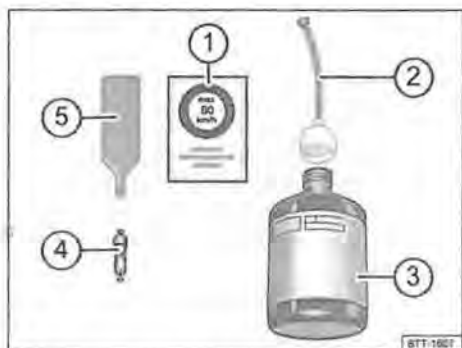

Fig. 159 I componenti del kit per la riparazione dei pneumatici
Il kit di riparazione pneumatici è formato dai seguenti componenti → fig. 159:
- ① Autoadesivo su cui è riportata la velocità massima consentita ("max. 80 km/h" ovvero "max. 50 mph")
- ② Tubo flessibile con tappo.
- ③ Bomboletta di sigillante per pneumatici.
- ④ Inserto valvola di scorta.
- ⑤ Attrezzo per inserti valvole.
All'estremità inferiore della **chiavetta** → fig. 159 ⑤ è presente una fessura che permette di innestare la chiavetta sull'inserto valvola. Solo in questo modo è possibile svitare e riavvitare l'inserto della valvola del pneumatico. Ciò vale anche per l'inserto valvola di scorta ④.
- Svitare l'inserto valvola con l'apposita chiavetta → fig. 159  e posarlo poi su una superficie pulita.
- Scuotere energicamente la bomboletta del sigillante → fig. 159 .
- Avvitare bene il tubo → fig. 159  sulla bomboletta in senso orario. La pellicola che si trova sul tappo viene forata automaticamente.
- Inserire completamente il tubo → fig. 159  sulla valvola del pneumatico, dopo aver tolto il tappo.
- Riavvitare l'inserto sulla valvola del pneumatico con l'apposita chiavetta → fig. 159 .